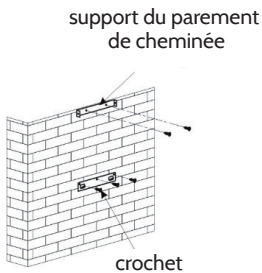

figure 2
3. Une fois le support d'ancrage fixé, fixez le support interne du parement de cheminée en suivant la même procédure (voir la figure 2). Veuillez être attentif à respecter la distance correcte (vérifiez les mesures), car le parement de la cheminée sera fixé plus tard sur ce support. Fixez le support externe du parement de cheminée à l'extérieur du parement et vérifiez que le parement interne de la cheminée puisse se déplacer librement sur toute la hauteur. Ensuite, installez les branchements de tuyaux et le parement de cheminée sur la hotte. Voir pour cela la figure 3.